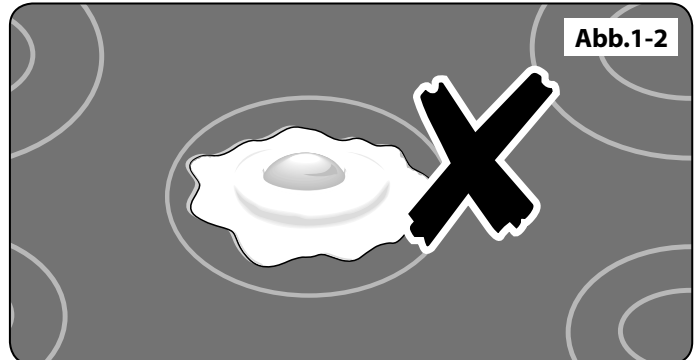

Abb.1-2
- ⚠ **Kochen Sie niemals direkt auf der Fläche (**Abb.1-2**).**